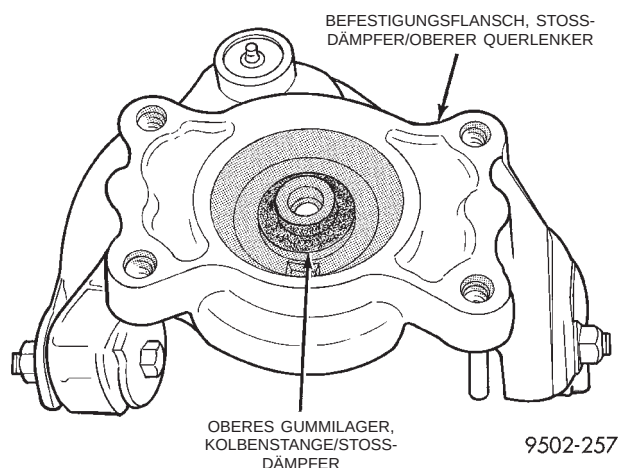

Abb. 90 Oberes Gummilager der Kolbenstange/ Stoßdämpfer
(7) Das obere Gummilager der Kolbenstange (Abb. 90) vom Befestigungsflansch abbauen.
(8) Oberes Gummilager (Abb. 90) auf der Hülse und im Befestigungsflansch des Stoßdämpfers/Querlenkers montieren.